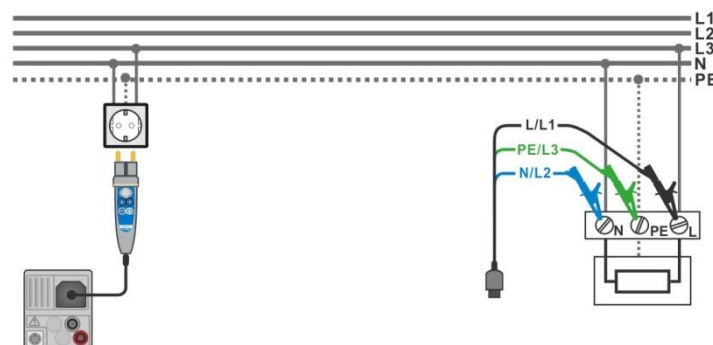

Abbildung 7.88: Anschluss des Commander-Prüfsteckers und des 3-Leiter Prüfadapters
- › Schließen Sie die Prüfleitungen oder den Commander Prüfstecker am Prüfling an, siehe **Abbildung 7.88**.